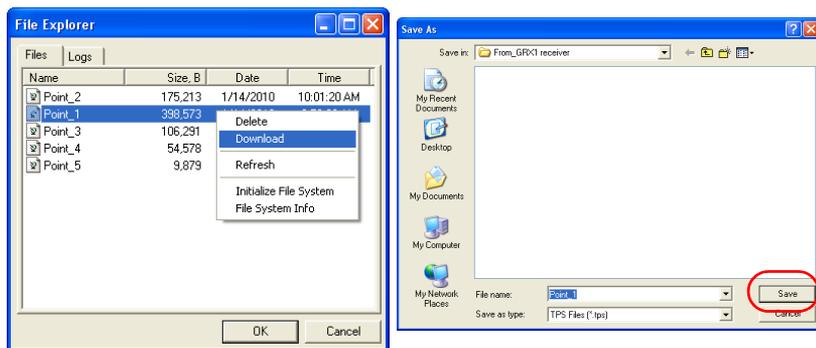

Рис. 5-2. Загрузка файла
3. Чтобы перенести файл на компьютер, выделите его, щелкните правой кнопкой мыши и в выпадающем меню выберите *Download*. В стандартном окне *Save As* выберите или создайте папку, куда будет сохранен данный файл (Рис. 5-2). Нажмите кнопку *Save*, чтобы загрузить файл в компьютер.